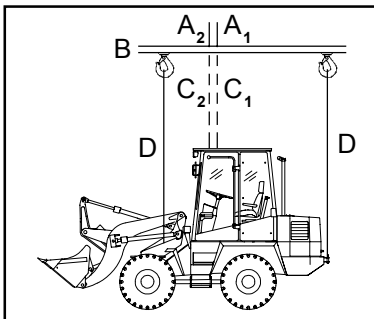

Bild 7-4
- Der Aufnahmepunkt ((7-4/A₁ - Gerät ohne Standardschaufel) bzw. (7-4/A₂ - Gerät mit Standardschaufel)) des Tragemittels (7-4/B) muß genau senkrecht über dem Schwerpunkt (7-4/C₁ bzw. 7-4/C₂) des Gerätes liegen (siehe Bild 7-4), damit sich das Lastaufnahmemittel **waagrecht** über der Längsmittelachse des Gerätes befindet.
(7) Contact de changement de mode de direction en position „essieu arrière directeur“ (4-8/3).
(8) Mettre le contact d'entraînement (4-7/3) sur position «0».
(9) Actionner le contact à bascule du système clignotant de sécurité (4-10/13).
(10) Lâcher le frein de parking (4-9/3).
- Le point de levage (7-4/A₁ - chargeur sans godet standard) ou (7-4/A₂ - chargeur avec godet standard) du palonnier de levage (7-4/B) doit être situé directement à la verticale du centre de gravité (7-4/C₁ ou 7-4/C₂) du chargeur (voir figure 7-4) de façon à ce que le palonnier de levage soit positionné **horizontalement** au-dessus de l'axe longitudinal du chargeur.
- The lifting point ((7-4/A₁ - loader without standard bucket) or (7-4/A₂ - loader with standard bucket) of the lifting device (7-4/B) must be located vertically and directly above the centre of gravity (7-4/C₁ or 7-4/C₂) of the loader (see figure 7-4) so that the lifting device is located **horizontally** above the longitudinal axis of the loader.